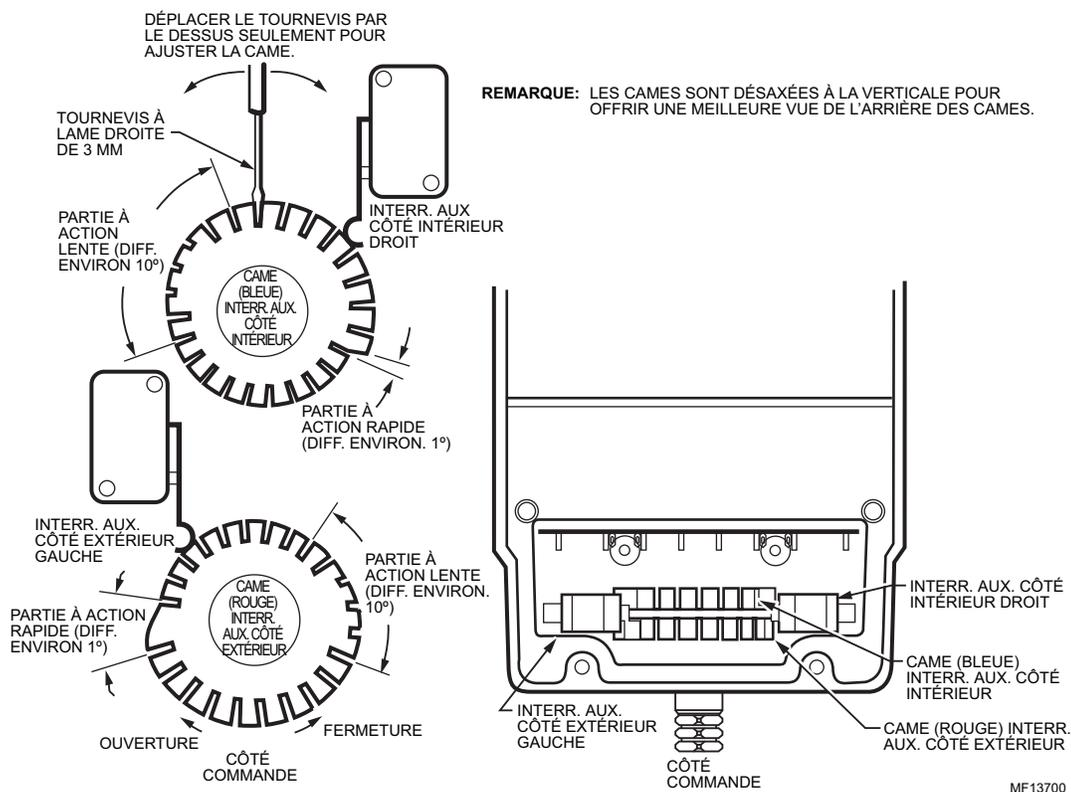

Fig. 14— Réglage de l'interrupteur auxiliaire.
1. Insérer la lame d'un tournevis de 3 mm (1/8 po) dans une fente de la came et faire tourner le dessus du tournevis le plus loin possible dans le sens requis. Voir la Fig. 14.